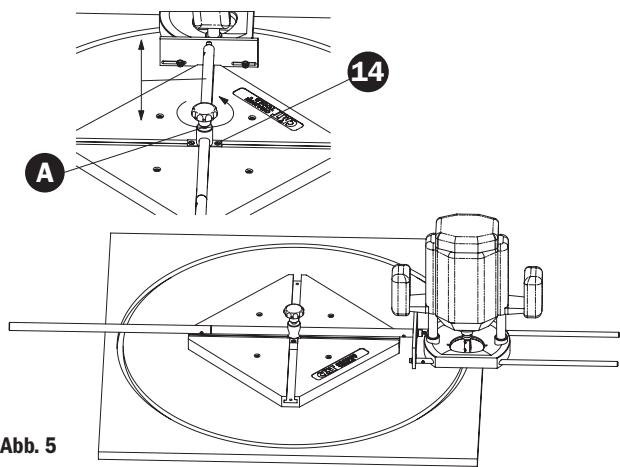

Abb. 5
**(Abb.5)** Das Gleitelement (A) in die Rille des Rahmens (1) legen, zur Mitte (1) schieben, wo sich die Rillen überschneiden und mit den zwei Senkkopfschrauben M4x25 (13) am Rahmen (1) befestigen.